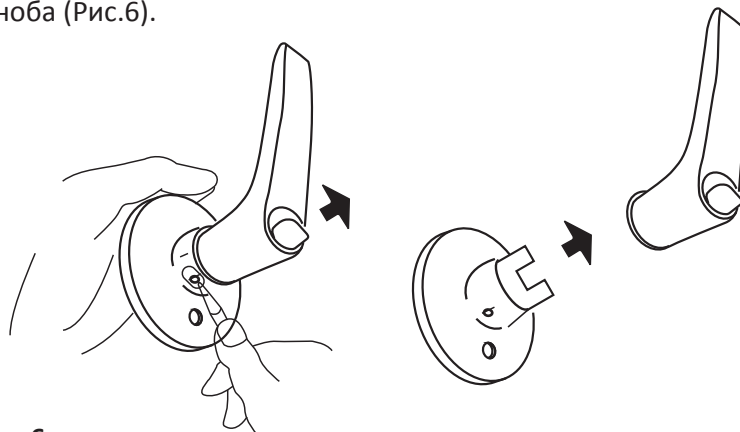

Рис.6
1. Снимите ручки с обеих сторон knobа: Найдите прямоугольное углубление на боковой части декоративной накладки knobа и при помощи специального ключа снимите ручки knobа (Рис.6).